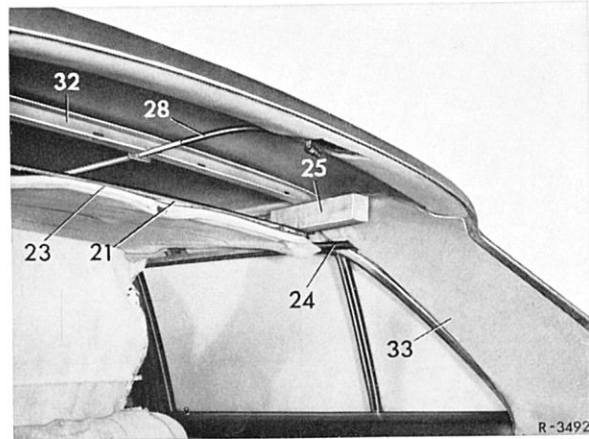

Bild 78-1/10
- 10 Dämpfungsmaterial (23) entlang der Hinterkante des Schiebedachrahmens (21) lösen (Bild 78-1/10).